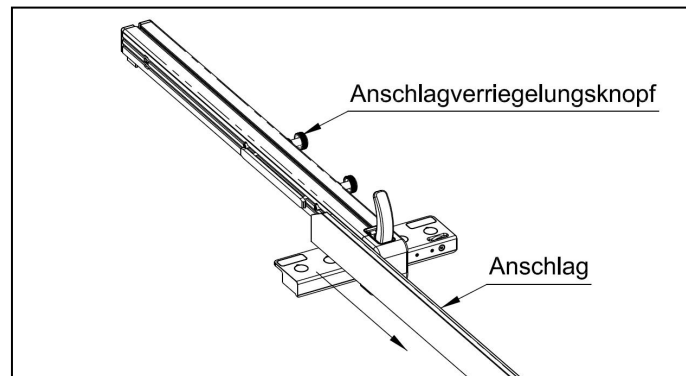

Abb. 6-14
1. Wie in Abbildung 6-14 gezeigt, lösen Sie den Anschlagverriegelungsknopf, entfernen Sie den Anschlag und legen Sie ihn beiseite. Ziehen Sie dann die Anschlagverriegelungsknopfschraube wieder fest.